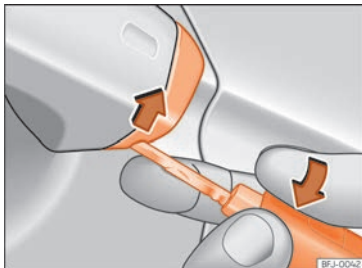

Abb. 91 Fahrertürgriff: Abdeckkappe abhebeln.
- Den Schlüsselbart am Fahrertürgriff in die untere Öffnung der Abdeckkappe stecken »» Abb. 91 und die Abdeckkappe von unten nach oben anheben.